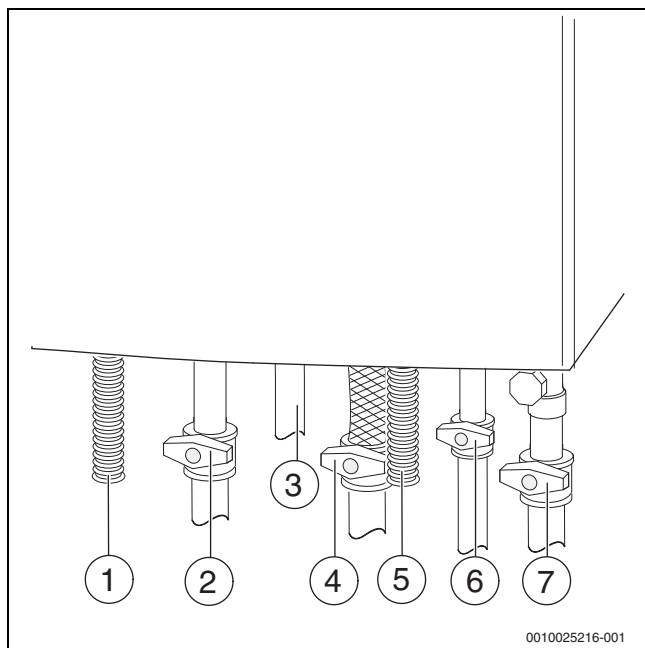

Рис. 26 Подключения газа и воды (дополнительное оборудование)
- ▶ Откройте кран холодной воды (→ рис. 26) и затем откройте кран горячей воды и держите его открытым до тех пор, пока из него не потечет вода.
- ▶ Откройте краны подающей и обратной линий отопления (→ рис. 26).
- ▶ Заполните отопительную систему до давления 1–2 бар в устройстве заполнения и подпитки (→ рис. 26) и снова закройте устройство заполнения и подпитки.